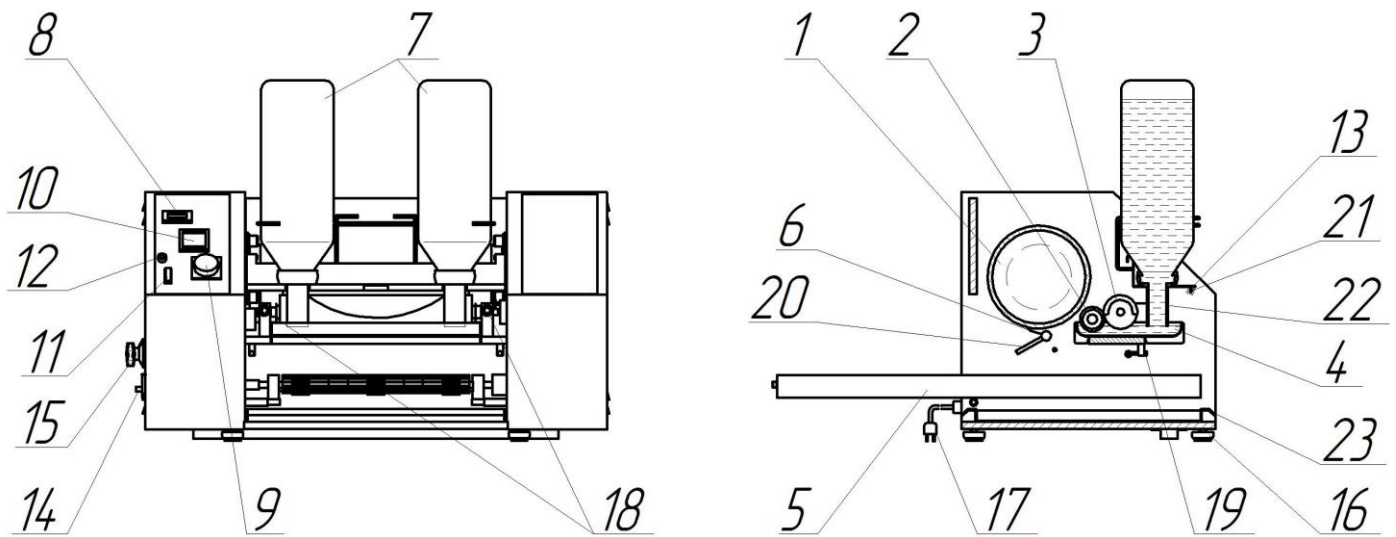

Рис.1. Автомат блинный РК-2.1
3.1 В технологическом процессе жарки блинчиков участвуют жарочный барабан 1, система подачи теста и формования блинной заготовки, нож 6 и транспортёр 5 для укладки блинчиков в стопку (см. рис.1).
- 4.1 Установите Автомат на рабочее место, добившись горизонтальности регулировкой ножек 16 (см. рис.1). Снимите с деталей корпуса Автомата защитную пленку (при её наличии) и протрите доступные поверхности слегка влажной чистой тканью.
- 5.3 Убедившись в отсутствии повреждений, подсоедините вилку шнура питания Автомата 17 (см. рис.1) к розетке электросети. Для подключения необходима однофазная трёхпроводная электрическая сеть переменного тока (обязательно наличие заземляющего провода). Параметры подключения зависят от заявленных номинальных мощности, питающего напряжения и частоты.
- 5.9 Установите на своё место копир (фото 27). Для этого расположите его на опорах штифтом вправо, последовательно оттяните на себя рукоятки фиксаторов 18 (см. рис.1) и опустите оси копира в седла. При этом штифт копира необходимо разместить между штырями муфты (фото 28).
- 5.15 При необходимости можно регулировать зазор между валиком и жарочным барабаном винтами 19 (см. рис.1, фото 35). Он должен быть примерно 0,75 мм. Для контроля этого зазора к Автомату прикладываются два щупа толщиной 0,8 и 0,7 мм (фото 36). Если закручивать винты по часовой стрелке, то зазор будет больше, если откручивать – меньше. При наличии прорех в блинной заготовке (мало теста передаётся с валика на жарочный барабан) можно уменьшить зазор. При наличии потёков теста и излишней толщине блинной заготовки (слишком много теста) можно увеличить зазор.
- нажмите рычаг ножа 20 (см. рис. 1) вниз (фото 37) и удерживайте его в этом положении до полного удаления пригоревшего теста;